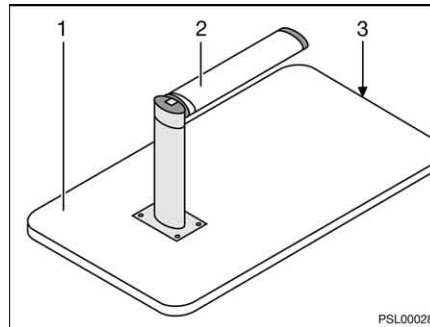

Fig. 21 Sommier de lit
- Soulever légèrement le plateau de table (Fig. 21,1) à l'avant de 45°.
- Tirer la partie inférieure du pied de table (Fig. 21,2) vers le bas et le rabattre de 90°.
- Avec le rail de fixation (Fig. 21,3), accrocher le plateau de table à un angle de 45° dans la baguette de support inférieure et le poser sur le sol à l'aide de la partie supérieure du pied de table.